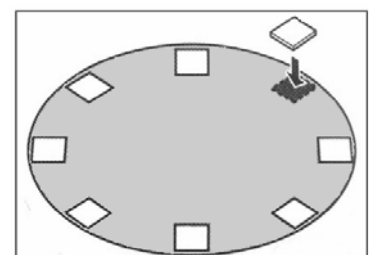

fig. 8
- c) Quitar los perfiles inferiores y las placas de base y colocar las baldosas alrededor del círculo donde se encontraban las placas de base (fig. 8).